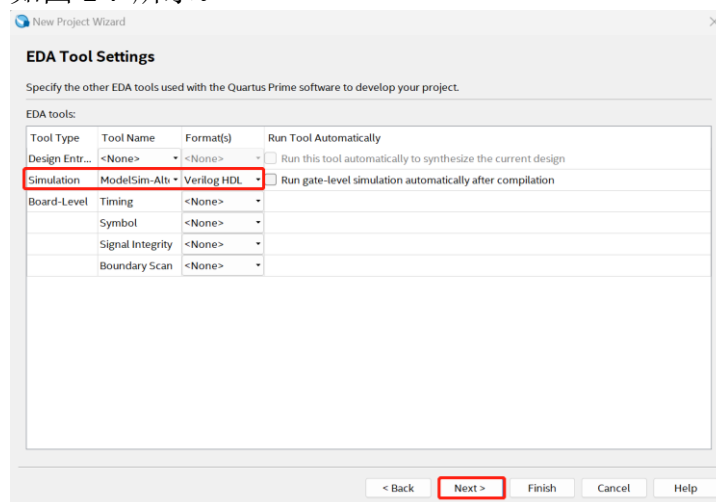

图 1-7 仿真工具的选择
- 6) EDA 仿真工具的设置，在 Simulation 一栏选择“ModelSim-Altra”，点击“Next”，如图 1-7 所示。